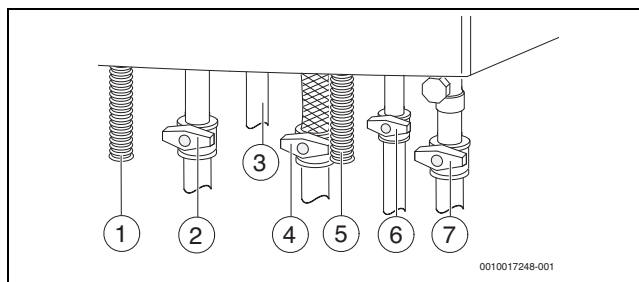

Fig. 26 Collegamenti lato gas e lato acqua (accessori)
- ▶ Aprire il rubinetto dell'acqua fredda (→ fig. 26) e poi aprire un rubinetto dell'acqua calda finché non esce l'acqua.
- ▶ Aprire i rubinetti di mandata riscaldamento e ritorno riscaldamento (→ fig. 26).